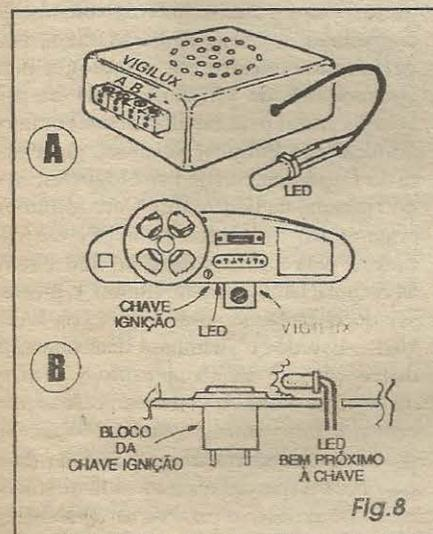

Fig. 8
**- FIG. 8 - ACABAMENTO, INSTALAÇÃO FÍSICA E USO...** - Em **8-A** temos uma sugestão simples e prática para o *encaixamento* do circuito num pequeno *container* plástico padronizado, devendo ser feitos alguns furinhos (para saída do som gerado...) na face principal, contendo o alto-falante colado ou parafusado pelo lado de dentro. Numa das laterais poderá ficar uma barrinha de segmentos parafusáveis (*Sindal*), com as respectivas identificações para as